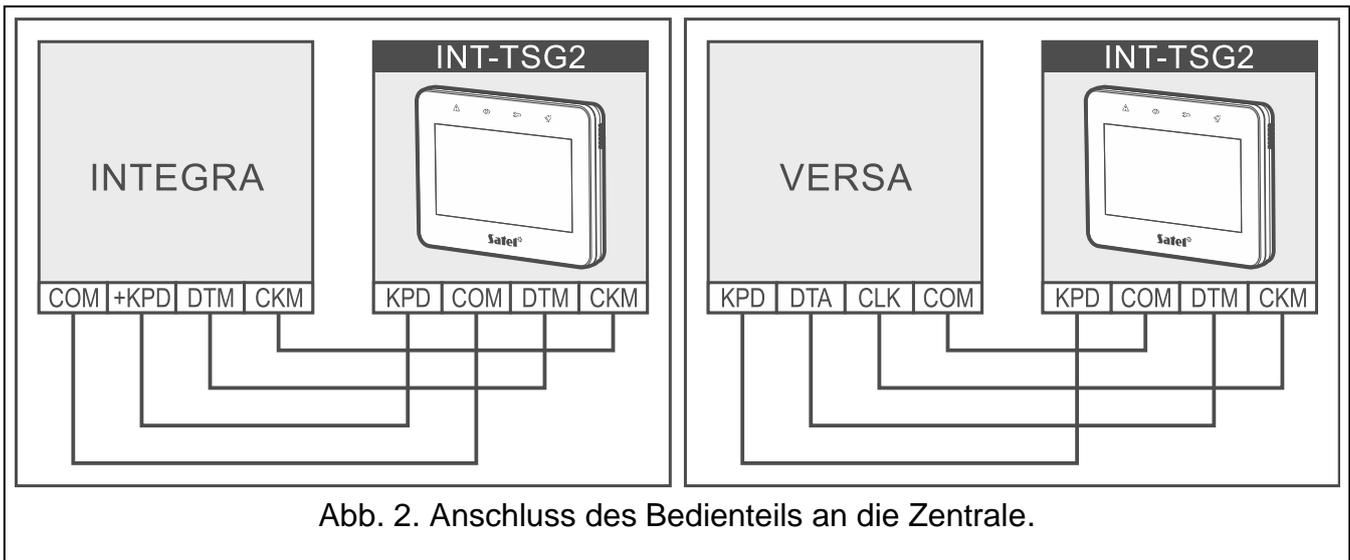

Abb. 2. Anschluss des Bedienteils an die Zentrale.
5. Verbinden Sie die Klemmen DTM, CKM und COM des Bedienteils mit entsprechenden Klemmen des Kommunikationsbusses der Alarmzentrale (Abb. 2). Es wird empfohlen, ein gerades Kabel ohne Abschirmung zu verwenden. Bei der Anwendung eines verdrehten Kabels beachten Sie, dass die Signale CKM (Uhr) und DTM (Daten) nicht in einem gedrehten Adernpaar liegen dürfen. Die Leitungen müssen in einem Kabel geführt werden. Die Länge der Leitungen sollte 300 m nicht überschreiten.